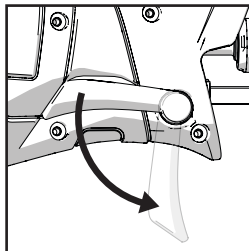

Fig. 4
- Należy zwolnić dźwignię do blokowania ruchomej stopki. (Rys. 4)